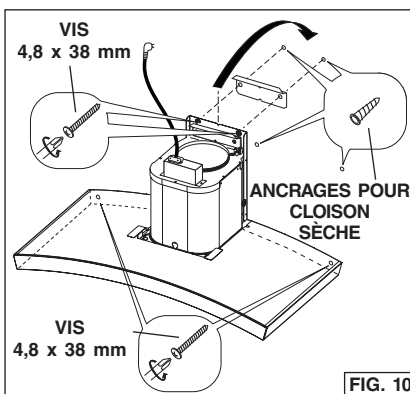

FIG. 10
2. Installez la hotte sur le support de montage mural. Vérifiez que la hotte est parallèle au sol. Fig. 10.